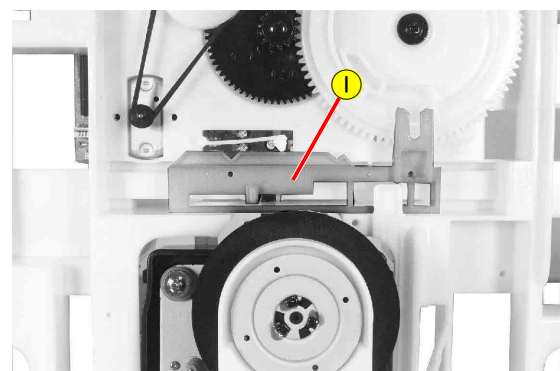

Fig. 13
- Schieber (I) (Fig. 13) in Mittelstellung bringen.
- Move slider (I) (Fig. 13) to mid-position.